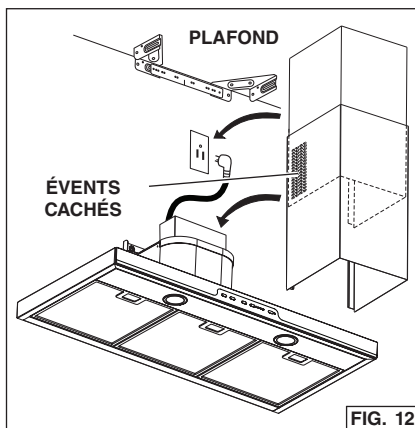

FIG. 12
6. Installez les carnaux supérieur et inférieur sur la hotte de cuisine. Fig. 12.